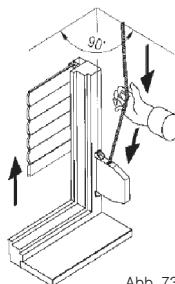

Abb. 73
3. Schrauben an den Einlauftrichtern lösen (Abb. 73).